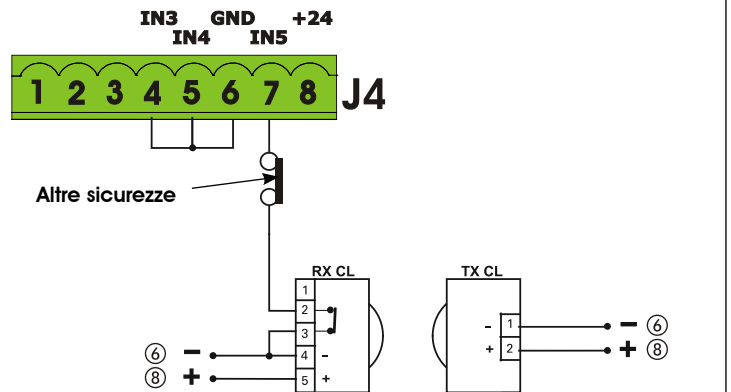

Fig. 16
- Utilizzando la sicurezza FAIL-SAFE collegare l'alimentazione dei trasmettitori all'OUT1 dopo averla impostata opportunamente (vedi programmazione di 2° livello e fig. 16).*
- Utilizzando la sicurezza FAIL-SAFE anche gli ingressi di sicurezza non utilizzati andranno ponticellati col negativo di OUT1 (vedi Fig. 16).*